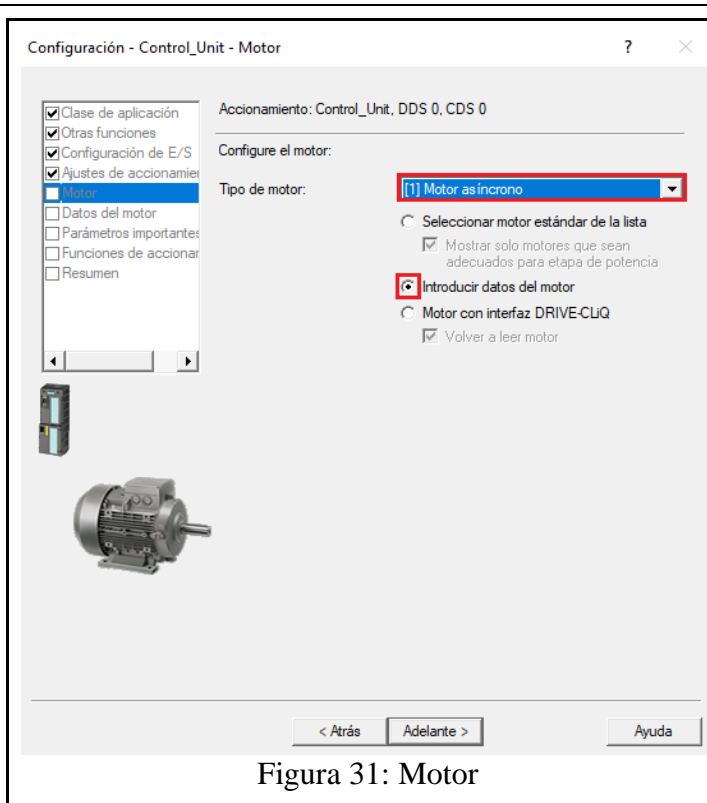

Figura 31: Motor
- En la siguiente ventana “Motor”, en el parámetro “Tipo de motor” seleccionar “**[1] Motor asíncrono**”, y luego seleccionar la opción “Introducir datos del motor” (ver figura 31). Luego presionar el botón “Adelante”.